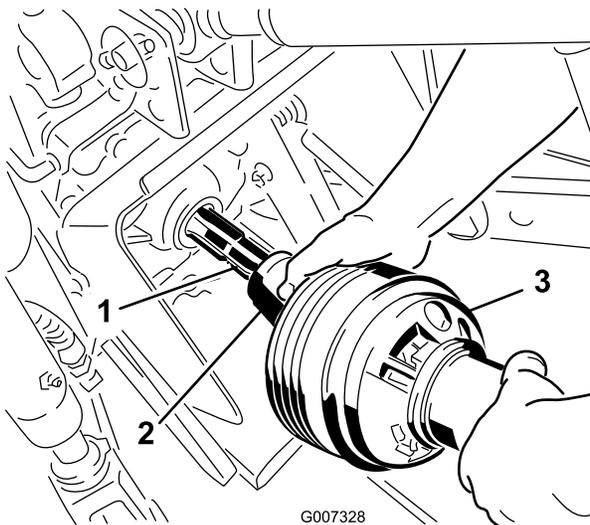

Figura 21
3. Collegate l'albero della presa di forza all'albero della presa di forza dell'unità motrice (Figura 21).